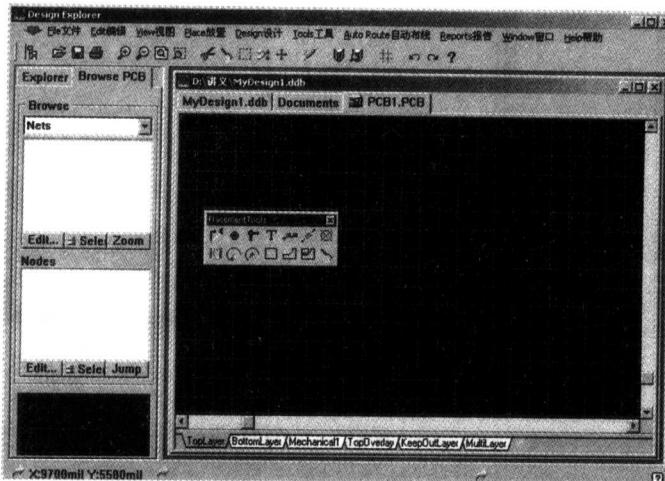

图 2-11 印制电路板编辑器界面
- (2) 双击“”图标后，即可完成新的印制电路板文件的创建。
- (3) 双击工作窗口中的印制电路板文件图标“”，即可启动印制电路板编辑器，如图 2-11 所示。